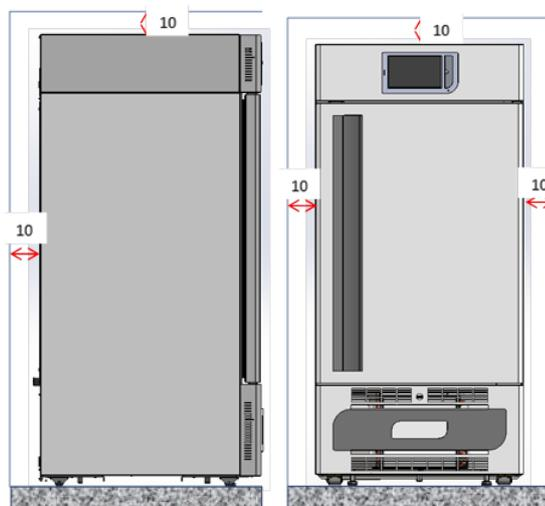

Figura 1 – posizionamento apparecchiatura
- posizionare la macchina mantenendo una distanza minima di 10 cm. da qualsiasi parete (nel caso di incasso in arredi, deve essere sempre garantita la corretta aerazione del gruppo condensante (Figura 1))